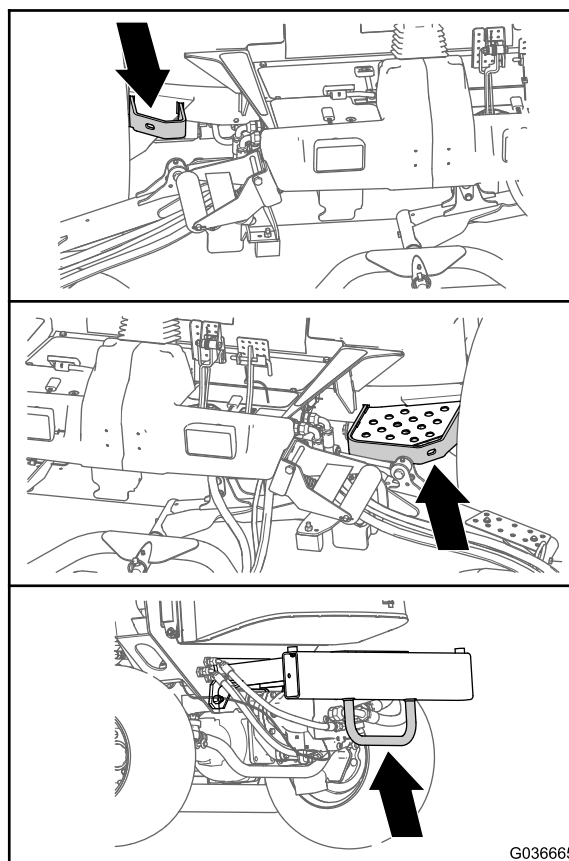

图 33
- 操作员平台旁边机架的两侧 (图 33)
- 在后缓冲器上 (图 33)